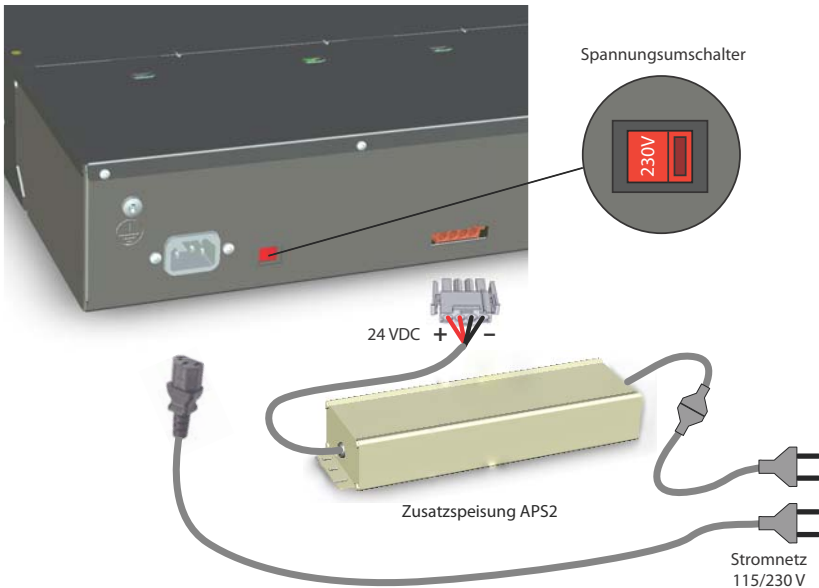

Fig. 24 Speisung des Kommunikationsservers
- Der Spannungsumschalter muss auf die Spannung des angeschlossenen Stromnetzes eingestellt sein (siehe Fig. 24).